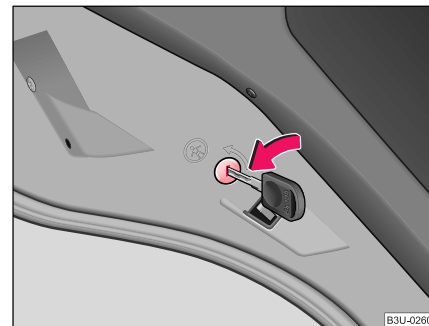

Fig. 27 Siguranța pentru copii la ușile din spate
- Rotiți cheia autovehiculului în direcția săgeții ⇒ Fig. 27.